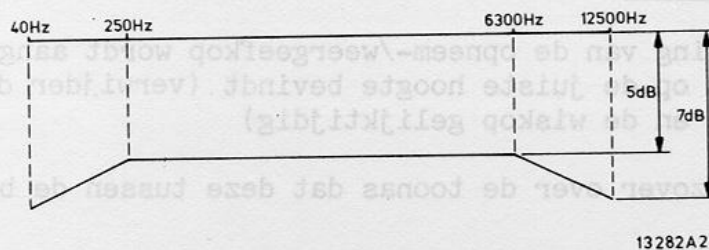
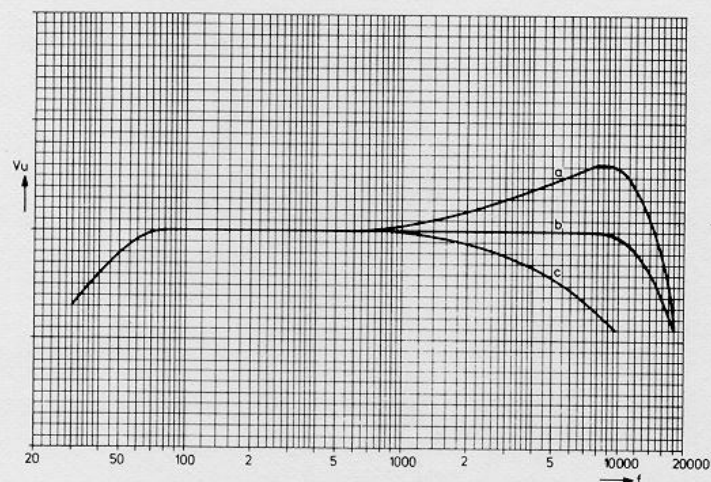

Fig. 2
Fig. 3
- Tijdens weergave van een universele chromium cassette SBC 126 moeten frequenties tussen 40 en 12.500 Hz, binnen de karakteristiek van fig. 2. blijven.
- Maak opnamen van enige frequenties tussen 40 en 12.500 Hz (b.v. 40 Hz, 315 Hz, 1 kHz, 6,3 kHz, 8 kHz, en 12,5 kHz). Geef daarna de signalen weer en bekijk of ze overeenkomen met figuur 3. Als de biasstroom goed is ingesteld, zal de frequentiekaracteristiek overeenkomen met b in fig. 3, met een vervorming van $K_3 \leq 5\%$. Als de biasstroom te hoog is, dan zijn de hoge frequenties te veel verzwakt, zie c in fig. 3. Is de biasstroom te laag, dan wordt de vervorming te hoog, wat overeenkomt met a in fig. 3. Fig. 2. geeft aan binnen welke grenzen de karakteristiek moet blijven. De biasstroom kan worden ingesteld met L 1 (L 101). Bijregelen van het ene kanaal zal het andere slechts gering beïnvloeden.